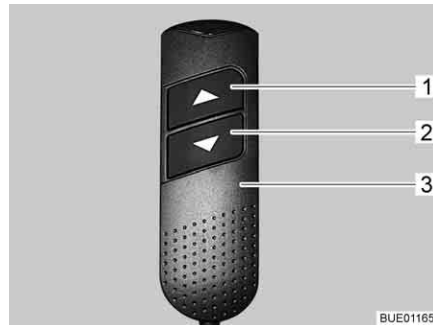

Fig. 92 Elemento di comando (letto basculante)
- Sull'elemento di regolazione (Fig. 92,3) premere contemporaneamente i due tasti freccia (Fig. 92, 1 e 2) e tenerli premuti fino a quando il letto basculante non si è spostato completamente verso il basso. Una volta rilasciati i tasti viene emesso un segnale acustico di conferma.
- Sull'elemento di regolazione (Fig. 92,3) premere il tasto freccia inferiore (Fig. 92,2) e tenerlo premuto fino a quando il letto basculante non ha raggiunto la posizione finale in basso.
- Sull'elemento di regolazione (Fig. 92,3) premere il tasto freccia superiore (Fig. 92,1) e tenerlo premuto fino a quando il letto basculante non ha raggiunto la posizione finale in alto.
- Portare leggermente il letto basculante con i tasti freccia (Fig. 92,1 o 2) nella direzione opposta.